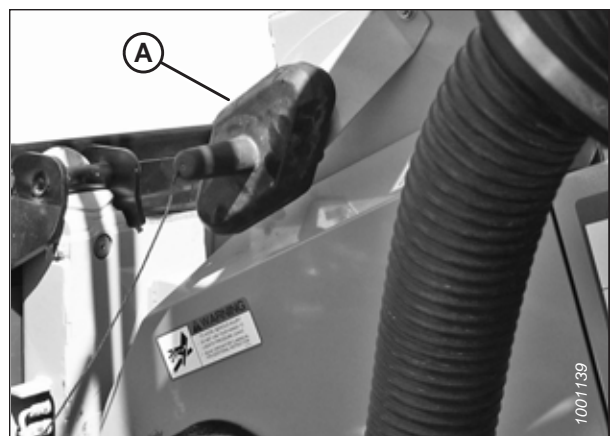

Abbildung 3.113: Schutzkappe des Multikupplers
9. Die Handschraube (A) an der mähdrescherseitigen Multikupplung (B) lösen, um die Multikupplung zu lösen.
10. Die Kupplung (B) und die Aufnahme reinigen.
11. Die Mähdrescher-Mehrfachkupplung (B) an Floatmodul-Multikuppler (C) montieren. Die Kupplung durch Drehen des Knopfs (A) sichern.
12. **Wenn kabineninterne MacDon Steuerungen montiert sind:** Den Stecker C81A (D) des Kabinensteuerungssatzes aus dem Aufbewahrungsort am Mähdrescher nehmen und an C81B (E) am Floatmodul anschließen. Die Stromstecker-Hülse anziehen, um die Verbindung zu sichern.
13. Die Schutzkappe des Floatmodul-Multikupplers (A) auf den mähdrescherseitigen Multikuppler setzen (siehe Abbildung 3.113, Seite 100).